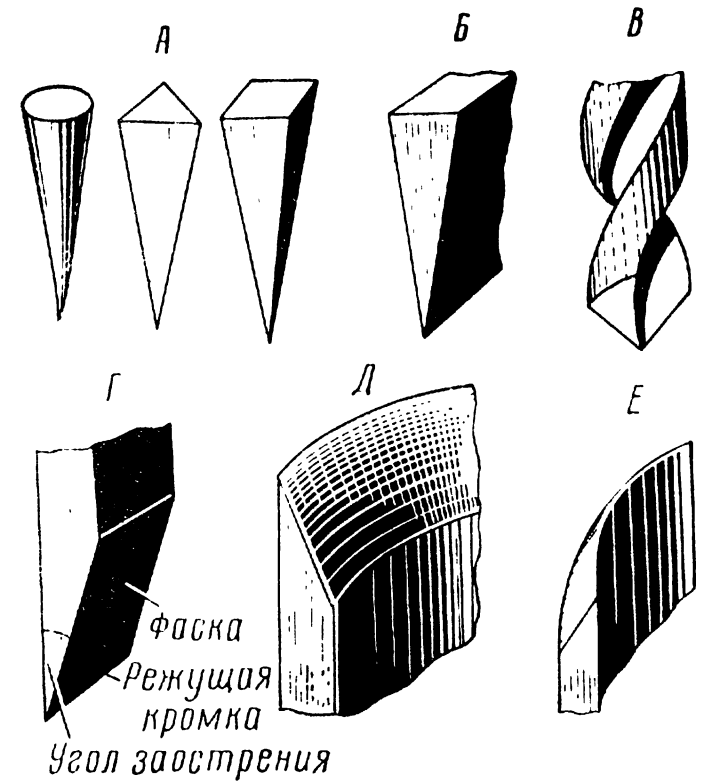

Рис. 1. Различные виды колющих и режущих граней у инструментов
Инструмент, который имеет форму конуса или пирамиды (с треугольным или четырёхугольным сечением) с острой вершиной в виде точки (рис. 1, А), называется **к о л ю щ и м** (игла, шило, кернер).
**Р е ж у щ и м** называется такой инструмент, у которого две боковые грани (являющиеся плоскими или цилиндрическими поверхностями) образуют при пересечении двугранный угол; ребро этого угла служит режущей кромкой (рис. 1, Б, В). К режущим инструментам относятся нож, топор, зубило.
У некоторых режущих инструментов (например, ножниц, стамески, железки рубанка) одна из двух граней сохраняет своё направление до режущей кромки, а другая, не доходя до неё, скошена под определённым углом (угол заострения) к прямой грани (рис. 1, Г, Д, Е). Эта скошенная грань называется **ф а с к о й**.